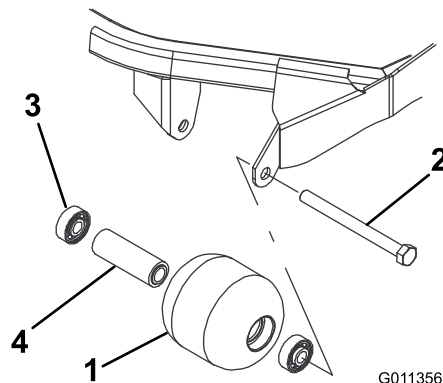

Figura 20
1. Retire o parafuso de montagem do rolo (Figura 20).
4. Verifique se a estrutura dos rolamentos, os rolamentos e o espaçador de rolamentos estão danificados (Figura 20). Substitua os componentes danificados e volte a montá-los.
1. Introduza o primeiro rolamento na estrutura do rolo (Figura 20). Empurre só a calha externa ou, então, exerça o mesmo tipo de pressão nas calhas interna e externa.
2. Coloque o espaçador (Figura 20)
3. Introduza o segundo rolamento na estrutura do rolo (Figura 20). Exerça o mesmo tipo de pressão nas calhas interna e externa até a calha interna entrar em contacto com o espaçador.